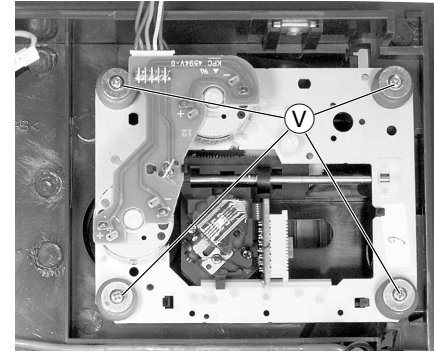

Fig. 23
- 4 Schrauben $\text{\textcircled{V}}$ herausdrehen (Fig. 23) und CD-Laufwerk herausnehmen, dabei Steckverbinder nach Bedarf öffnen.
- Undo the 4 screws $\text{\textcircled{V}}$ (Fig. 23) then remove the CD drive unit. If necessary undo the connectors.